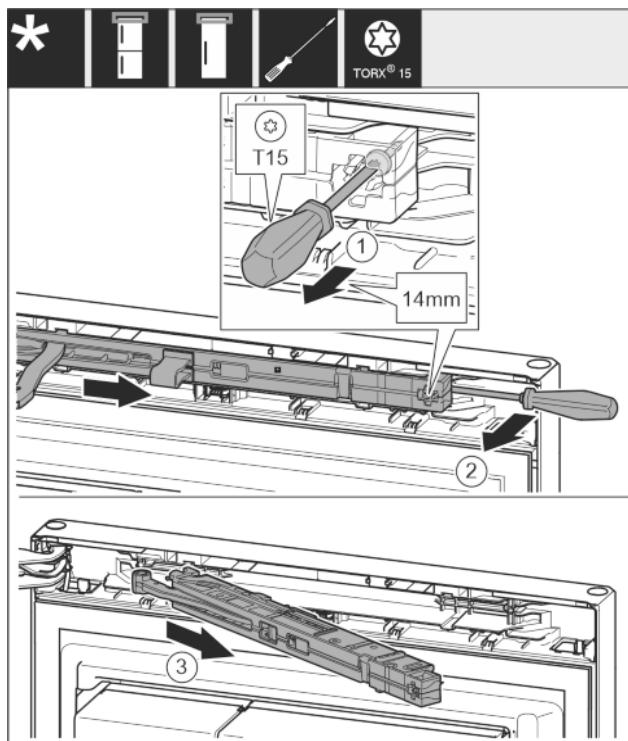

Fig. 9
- Skrutku na tlmiči uzavárania uvoľnite skrutkovačom T15 o cca 14 mm. Fig. 9 (1)
- Skrutkovač zasuňte na strane držadla za jednotku tlmiča uzavárania a otočte dopredu. Fig. 9 (2)
- Vytiahnite jednotku tlmiča uzavárania. Fig. 9 (3)